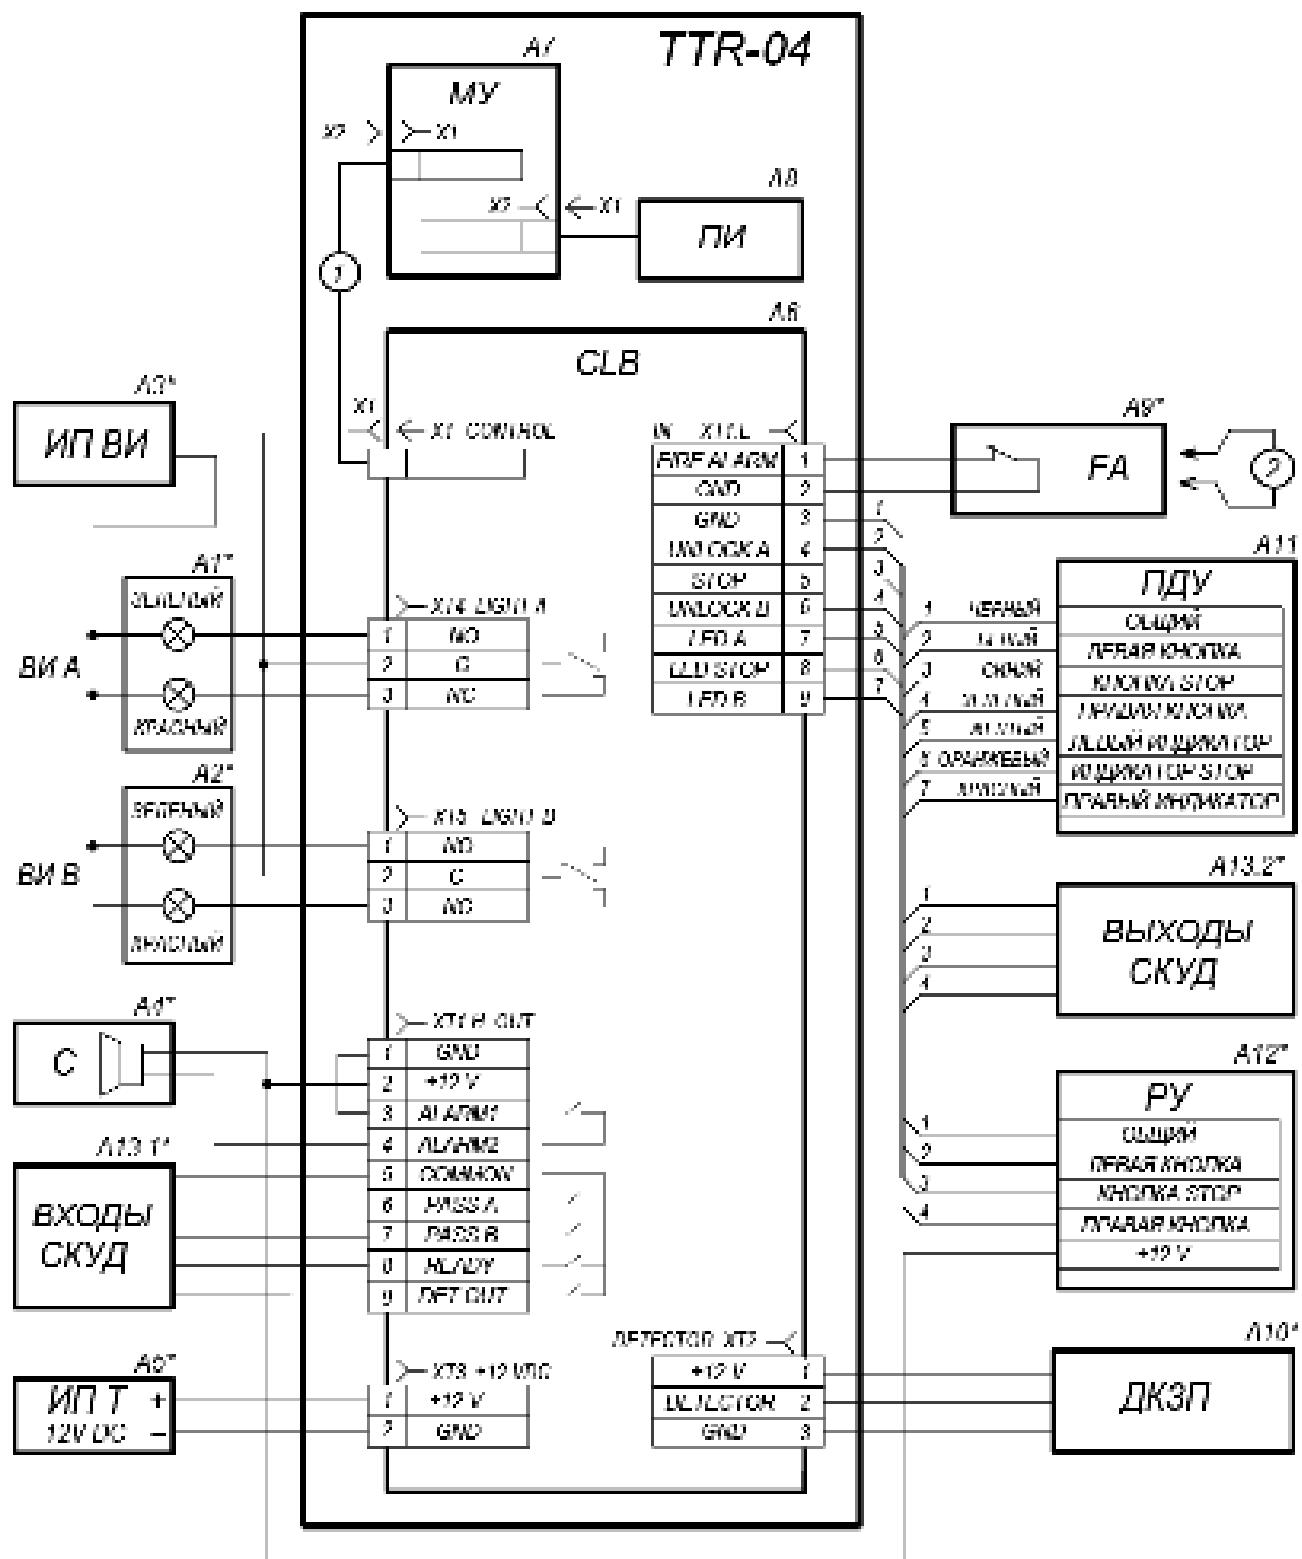

Рисунок 12. Схема электрических соединений турникета
Схема подключения турникета приведена на рис. 12. Расположение клеммных колодок на плате управления указано на рис. 5. Используемые при монтаже кабели указаны и их максимальная длина указана в разд. 8.3. Рекомендации по подготовке установочной поверхности и организации зоны прохода приведены в разд. 8.1. При монтаже турникета придерживайтесь следующей последовательности действий:
**Таблица 2. Перечень элементов схемы электрических соединений (рис. 12)**